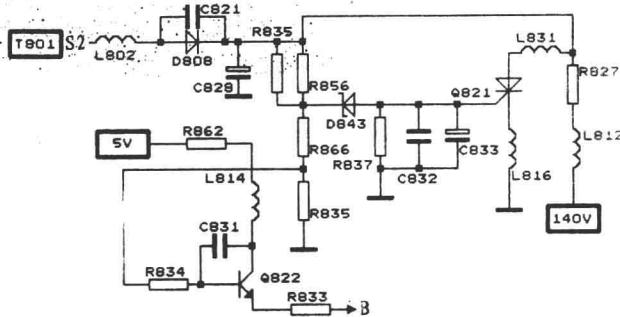

图 6
6. 140V 过压保护：由齐纳二极管 D843、可控硅 Q821 及 Q822 组成 +B 140V 过压保护电路见图 6。电路正常时，R866、R835 两电阻上端电压太低，D843、Q821、Q822 截止。图中保护电路不影响负载回路工作。一旦发生异常，+B 140V 输出端超出允许值，经